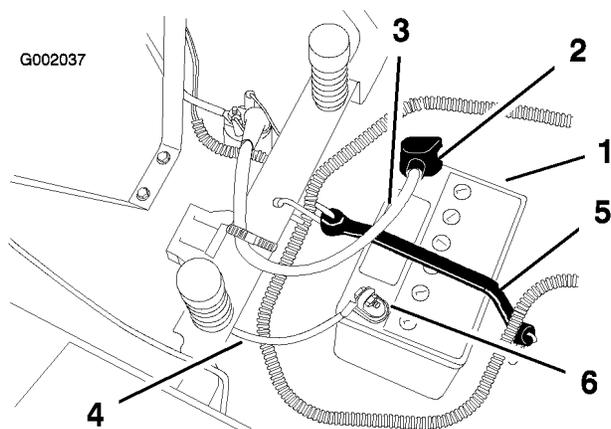

Figura 31
- Staccate il cavo negativo (nero) di terra dal polo della batteria (Figura 31).
- Infilate il cappuccio di gomma sul cavo positivo (rosso) della batteria. Staccate il cavo positivo (rosso) dal polo della batteria (Figura 31).
- Togliete il dispositivo di fissaggio della batteria (Figura 31) e togliete la batteria dal vassoio.
1. Posizionate la batteria nel vassoio con i poli dei morsetti lontano dalla plancia (Figura 31).
4. Fissate i cavi con due bulloni (1/4 x 3/4 poll.), rondelle (1/4 poll.) e dadi (1/4 poll.) (Figura 31).
6. Fissate la batteria con l'apposito dispositivo (Figura 31).